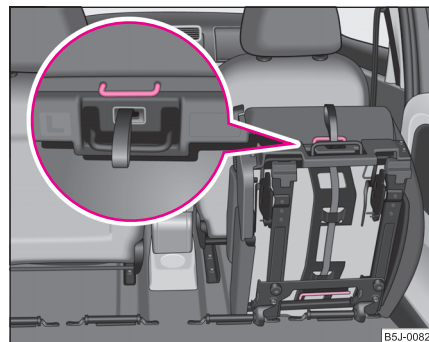

Fig. 56 Asa en la banqueta
- Retirar el asiento mediante la asa en la banqueta ⇒ **fig. 56**.